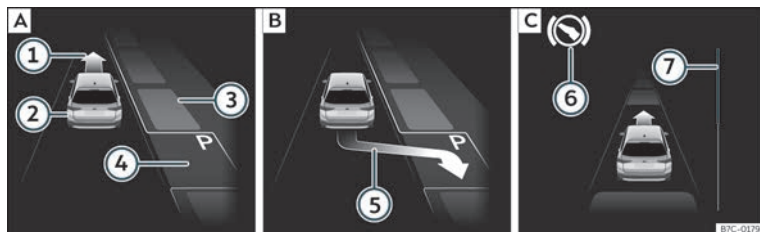
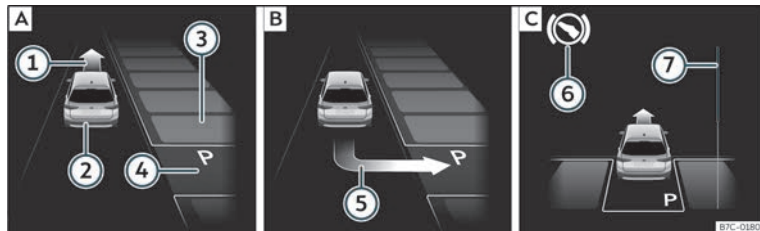

Fig. 236 A la pantalla del quadre d'instruments: aparcar en línia. **[A]** Cercar un espai per aparcar. **[B]** Posició per aparcar. **[C]** Maniobrar.
Fig. 237 A la pantalla del quadre d'instruments: aparcar en bateria. **[A]** Cercar un espai per aparcar. **[B]** Posició per aparcar. **[C]** Maniobrar.
qüestió com a “apropiat” i si s’ha arribat a la posició correcta per aparcar-hi » » » **fig. 236** [B] o » » » **fig. 237** [B]. L’espai es considera “apropiat” si a la pantalla del quadre d’instruments hi apareix la indicació d’aparcar (5).
• Retrocediu fins que soni el senyal continu del ParkPilot; **O BÉ:** retrocediu fins que a la pantalla del quadre d’instruments aparegui la indicació de fer marxa endavant » » » **fig. 236** [C] o » » » **fig. 237** [C]; **O BÉ:** retrocediu fins que a la pantalla del quadre d’instruments aparegui el missatge **Park Assist finalizado**. La barra de progrés (7) indica la distància que cal recórrer » » » pàg. 304.
• Trepitgeu el pedal del fre fins que el sistema d’aparcament assistit acabi de realitzar els girs del volant; **O BÉ:** fins que s’apagui el símbol (8) a la pantalla del quadre d’instruments.
- Feu marxa endavant fins que soni el senyal continu del ParkPilot; **O BÉ:** feu marxa endavant fins que a la pantalla del quadre d’instruments aparegui la indicació de fer marxa enrere. El sistema d’aparcament assistit dirigeix el vehicle marxa endavant i marxa enrere fins a centrar-lo en l’espai buit » » » **fig. 236** [C] o » » » **fig. 237** [C].
La barra de progrés » » » **fig. 236** (7) i » » » **fig. 237** (7) mostra simbòlicament a la pantalla del quadre d’instruments la distància relativa que queda encara per recórrer. Com més gran és la distància, més plena és la barra de progrés. En circular marxa endavant, el contingut de la barra de progrés disminueix cap amunt, i en circular marxa enrere, disminueix cap avall.